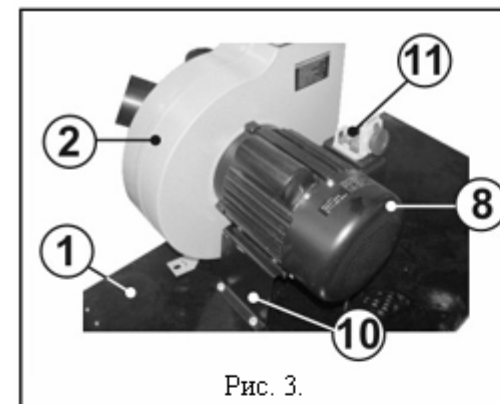

Рис. 3.
- 8.2. Прикрепив болтами к двигателю (8) его основание (10), закрепите болтами на основании (1) корпус вентилятора (2) с двигателем (8) на основании (10) и магнитным пускателем (11), Рис.3. 4.
**ВНИМАНИЕ:** Перед включением пылесоса в розетку, всегда нужно удостовериться, что кнопка пуска магнитного пускателя (11) Рис.3 находится в исправном состоянии.